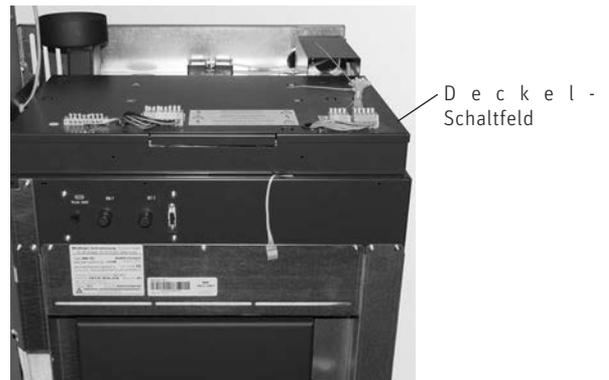

Fig. 46 Deckel aufklappen
- Deckel vom Schaltfeld aufklappen – Fig. 46.